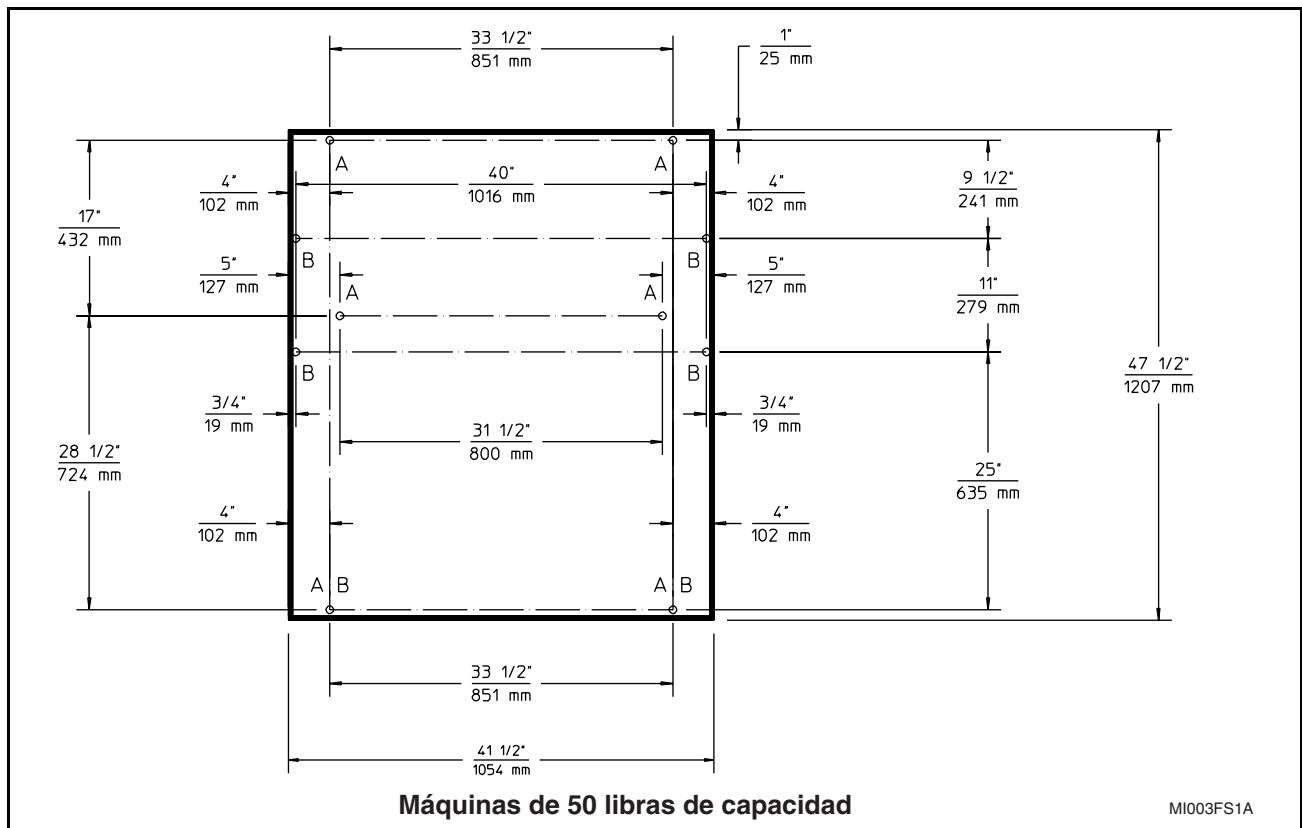

Figura 28
**Nota:** Con la máquina de 80 libras de capacidad pueden utilizarse dos esquemas diferentes de pernos de montaje. Vea la Figura 28. Los agujeros de pernos marcados A se utilizan si la máquina se va a utilizar en una aplicación de montaje cerrado (máquinas instaladas con una separación de 25,4 mm (1 pulgada) una de otra). Los agujeros de pernos marcados B se utilizan si la máquina se va a utilizar en una aplicación de montaje estándar (máquinas instaladas con una separación de 203 mm (8 pulgadas) una de otra).